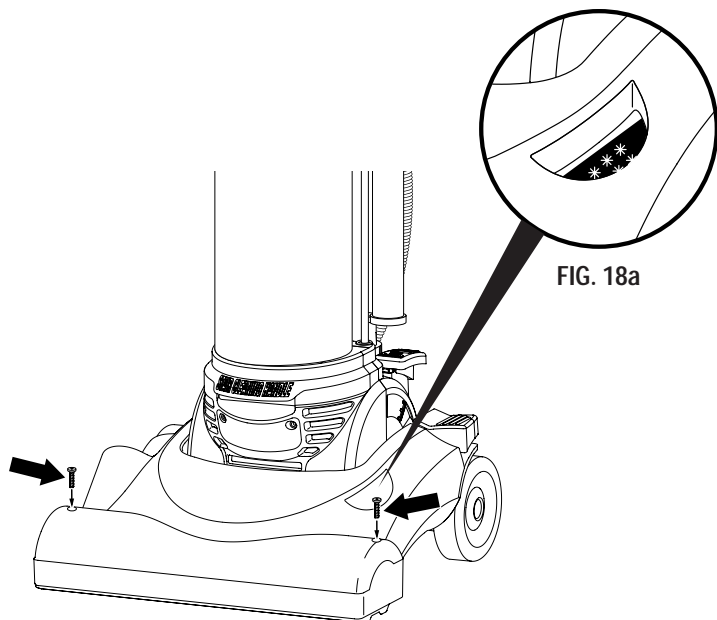

FIG. 18
Brushroll Performance Window (FIG. 18) To check condition of belt watch to see if white dots on belt are moving through the performance window (FIG. 18a). This indicates the brushroll is turning.
Fenêtre de performance de la brosse (FIG. 18) Fenêtre de performance de la brosse. Pour vérifier l'état de la courroie, assurez-vous que des points blancs apparaissant sur la courroie se déplacent dans la fenêtre de performance (FIG. 18a). Ceci indique que le rouleau-brosse tourne.
Ventana de rendimiento del cepillo circular (FIG. 18) Para verificar la condición de la correa, verifique que los puntos blancos se muevan a lo largo de la ventana de rendimiento (FIG. 18a). Esto indica que el cepillo está girando.
Step 2: (FIG. 18, previous page) Remove two screws to release hood. Lift hood to expose belt and brushroll.
Étape 2. (FIG. 18, page précédente) Retirez les deux vis du capot pour l'enlever et soulevez-le afin de repérer la courroie et le rouleau-brosse.
Paso 2. (FIG. 18, página anterior) Retire los dos tornillos para liberar la tapa. Levante la tapa para obtener acceso a la correa y al cepillo circular.